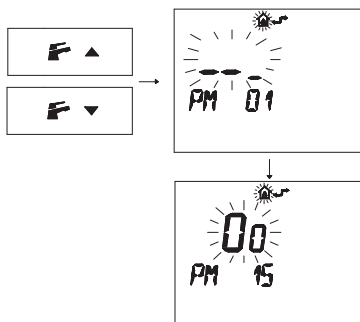

Рисунок 5.25
- Нажмите кнопку или , чтобы вывести на дисплей параметр "PM15" для активации внешнего датчика (Рисунок 5.25).